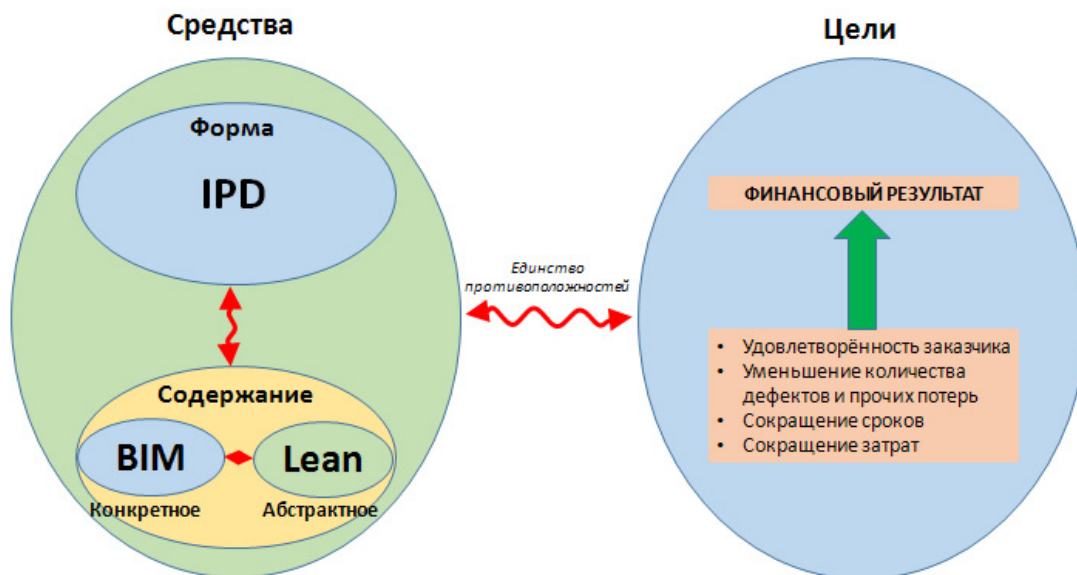

Рис. 2. Lean + BIM + IPD как средство достижения важнейших целей бизнеса
4. Наконец, последняя диалектическая интуиция - о целях и средствах (см. рис. 2). Единая «молекула», состоящая из трёх «атомов»-противоположностей (Lean + BIM + IPD) и выступает тем интегрированным подходом к управлению строительством (т.е. средством), позволяющих добиваться важнейших целей любого проекта: удовлетворить ожидания заказчика или превзойти их; строить при низком количестве дефектов; строить быстро; в рамках контрактных бюджетов или при меньших затратах. В конечном итоге достижение этих целей должно привести к росту финансовых результатов строительных организаций.